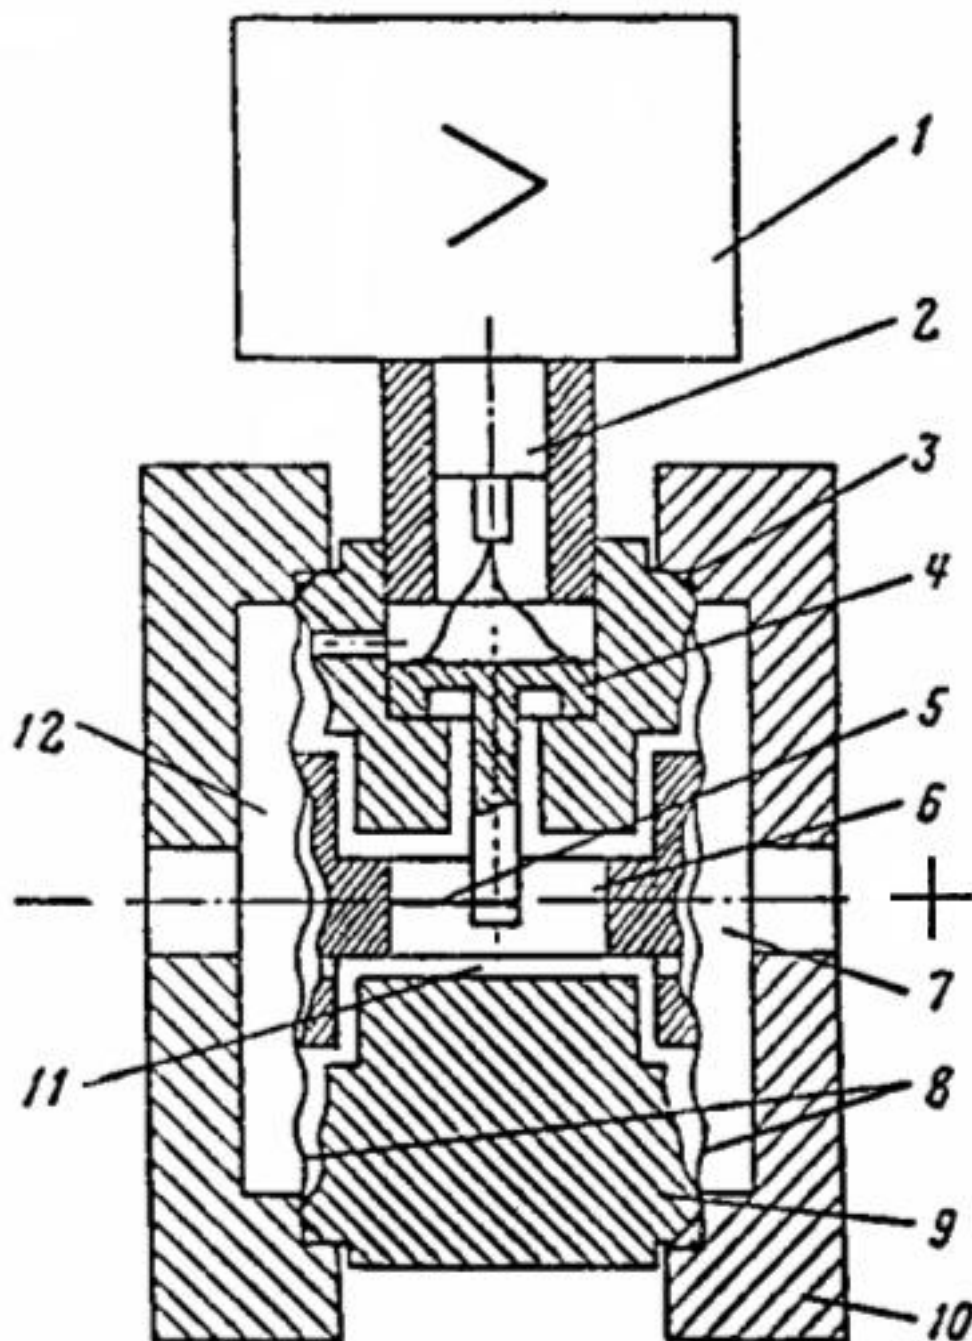

Рис. 4.
6.8. Преобразователь Сапфир-22-Ех-М моделей 2110, 2120, 2130, 2140, 2310, 2320, 2330, 2340 отличаются от преобразователей, описанных в п. 6.7 тем, что камера 12 (рис. 4) сообщена с атмосферой.
Преобразователь Сапфир-22-Ех-М моделей 2210, 2220, 2230, 2240 отличаются тем, что измеряемое давление подается в камеру 12 (рис. 4), а камера 7 сообщена с атмосферой.